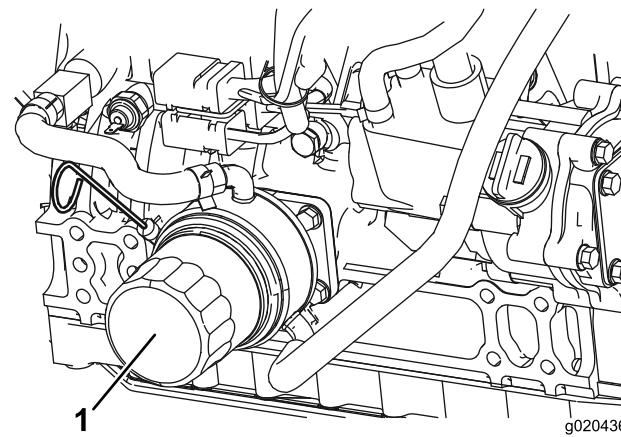

Figura 50
2. Retire el filtro de aceite (Figura 50). Aplique una capa ligera de aceite limpio al filtro nuevo antes de enroscarlo. **No apriete demasiado.**